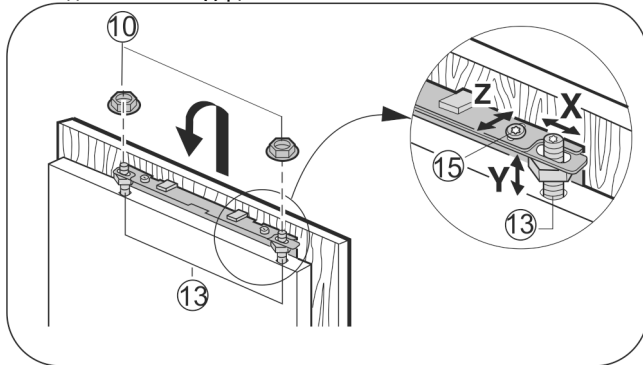

Fig. 19
- ▶ Αναρτήστε την πόρτα επίπλου στους πείρους ρύθμισης Fig. 19 (13) και βιδώστε τα κόντρα παξιμάδια Fig. 19 (10) ελαφρά στους πείρους ρύθμισης.
- ▶ Ευθυγράμμιση πόρτας επίπλου σε ύψος Y και ως την πλευρική κλίση: Ρυθμίστε τον πείρο ρύθμισης Fig. 19 (13) με κατσαβίδι.
- ▶ Σφίξτε τα κόντρα παξιμάδια Fig. 19 (10).